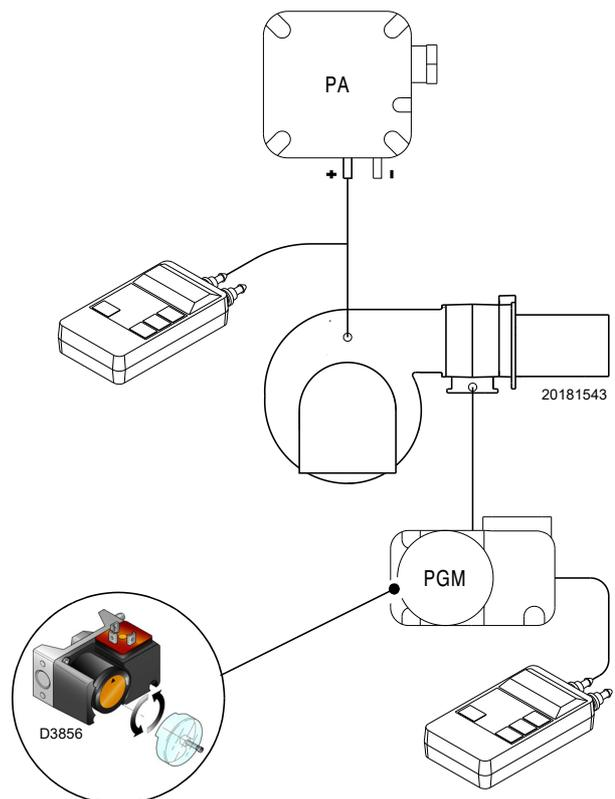

Abb. 33
- Regeln Sie den Maximal-Gasdruckwächter (Abb. 33 auf Seite 34) auf das Skalende.
Die Einstellung des Maximal-Gasdruckwächters ausführen (Abb. 33), nachdem alle anderen Einstellungen des Brenners bei auf das Skalenende eingestellten Maximal-Gasdruckwächter vorgenommen wurden.